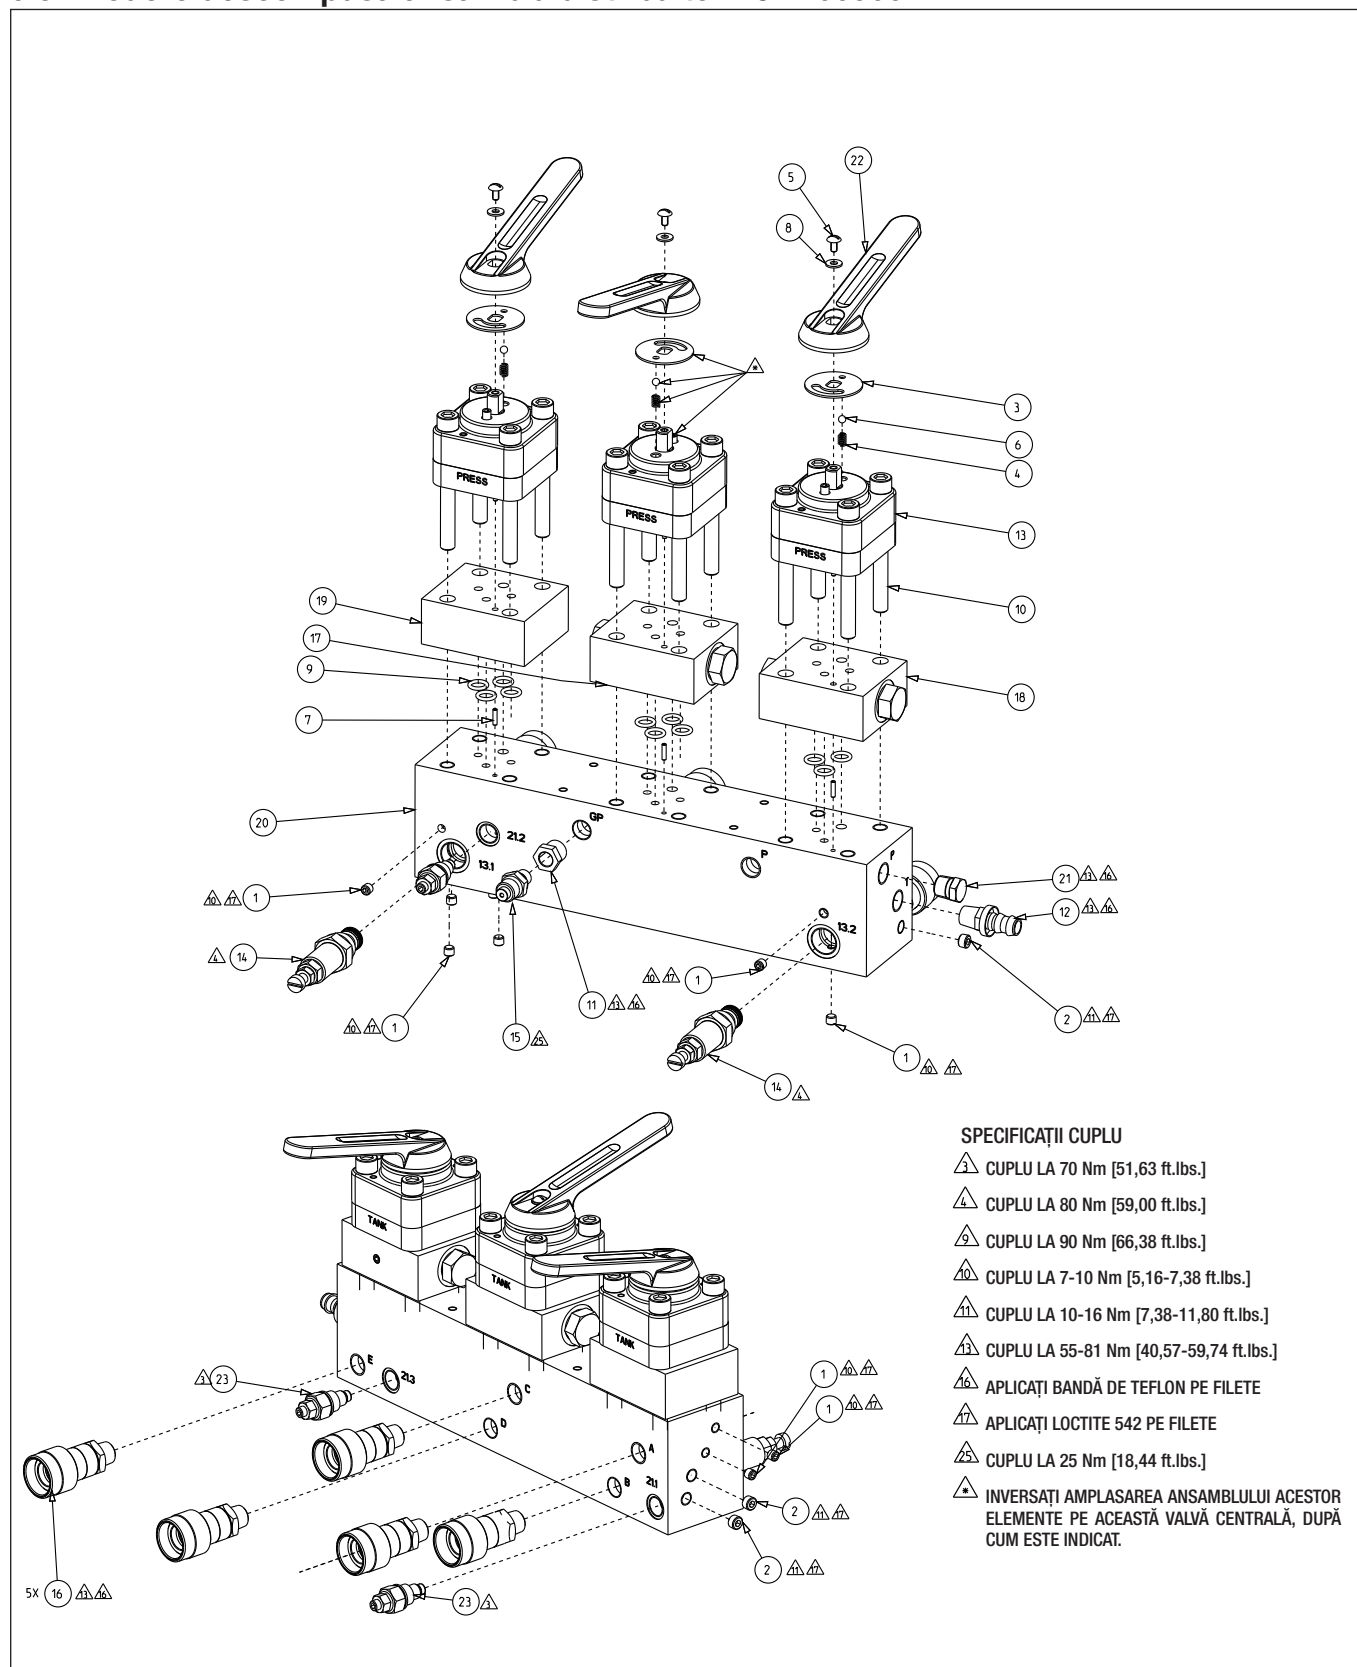

Figura 21: Vedere descompusă - Ansamblu distribuitor
9.3.1 Tabel cu piese ansamblu distribuitor LGH100900 (Figura 21)